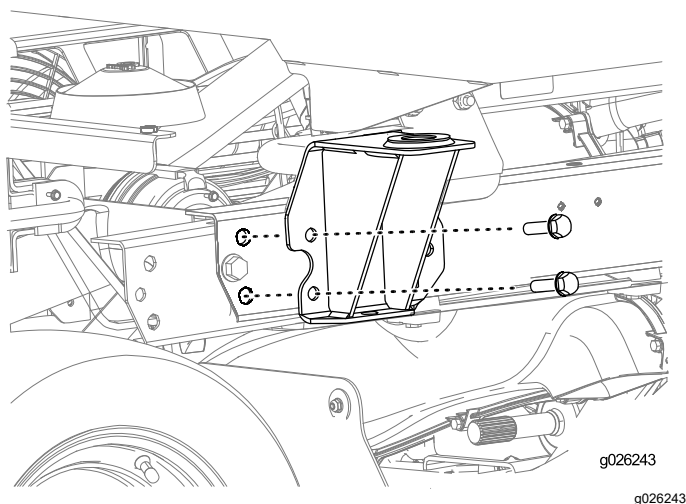

Figure 25
1. Fixez les pattes de montage arrière sur la machine (Figure 25) au moyen des fixations retirées du système ROPS à l'opération Dépose de la structure ROPS (page 6).